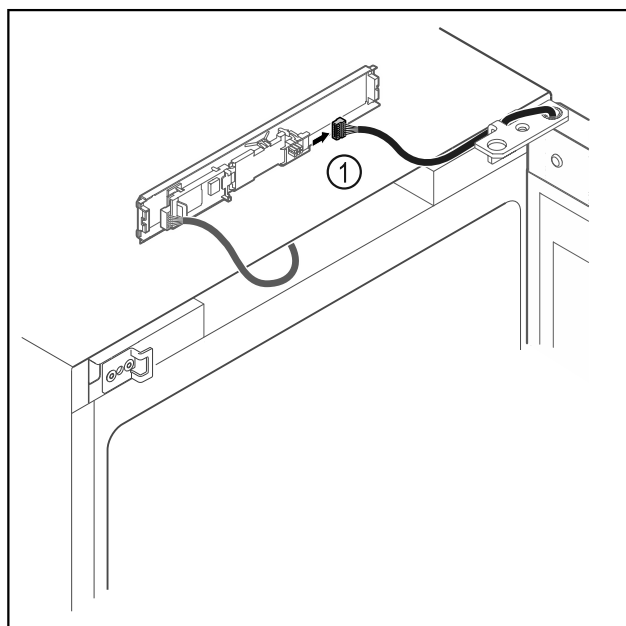

Fig. 18
- ▶ Húzza ki a dugót Fig. 18 (1) a NYÁK-ból.